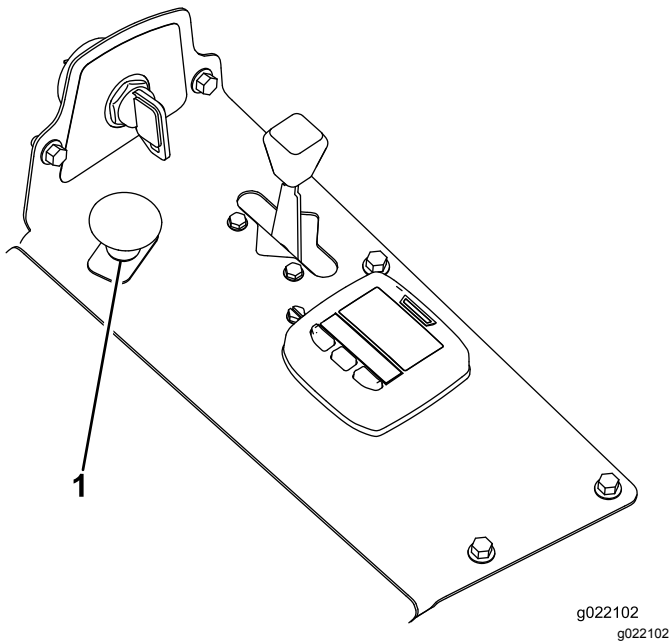

Figure 20
3. Tirez sur la commande de PDF pour engager la PDF (Figure 20).